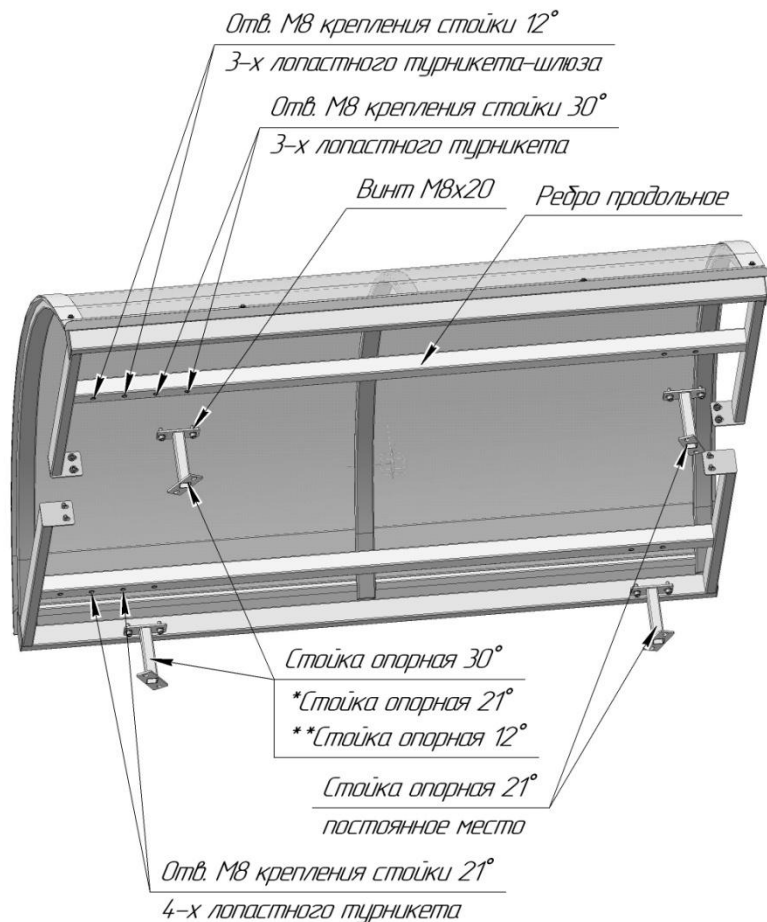

Рис. 1 Снятие крышки турникета
6.1. Перед монтажом крыши установите турникет согласно руководства. Снимите крышку турникета (рис.1).